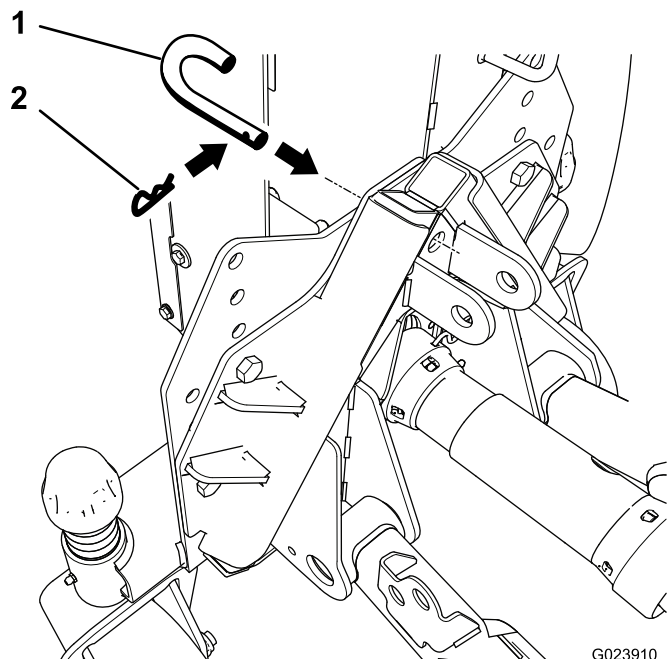

Figure 12
4. Insérez la goupille de blocage dans les adaptateurs et fixez-la avec une goupille fendue (Figure 12).